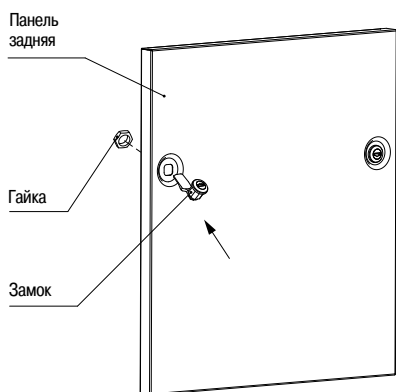

Рисунок 8 – Закрепление замка в панели задней
3.2.1 Извлеките из второго места панель заднюю. Вставьте в отверстие панели замок, предварительно скрутив с него гайку. Проверьте правильность установки замка. При правильной установке язычок замка в положении «закрыто» перпендикулярен длинной стороне панели. Закрепите замок на двери гайкой (рисунок 8).